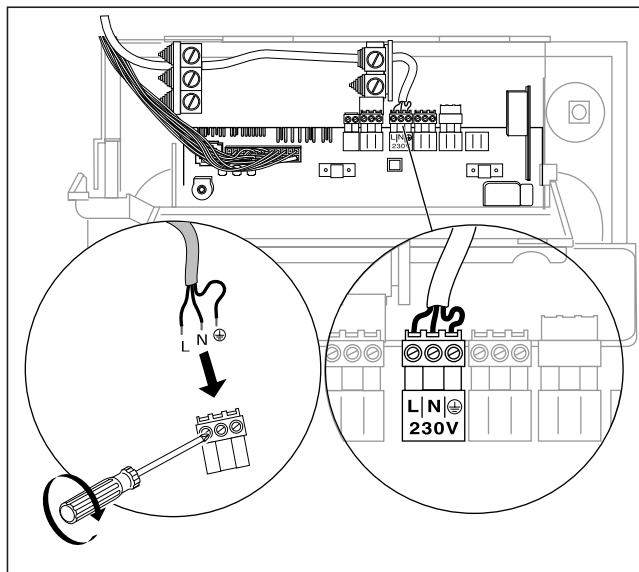

Fig. 4.4 Collegamento dei cavi di rete
- Collegare i conduttori di rete al connettore Pro E (ved. fig. 4.4 e 4.5).